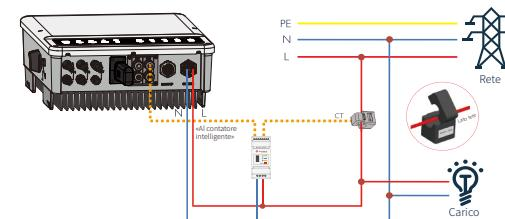

Fig. 27
- Schema di collegamento contatore intelligente e CT (Fig. 27).